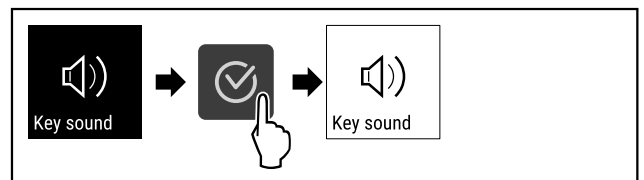

Fig. 42
- ▶ Wykonać czynności (patrz Fig. 42).